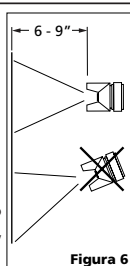

Figura 6
1. Comience a rociar. Siempre mantenga la pistola en los ángulos correctos con el movimiento de la muñeca para pintar. (Vea la Figura 6).